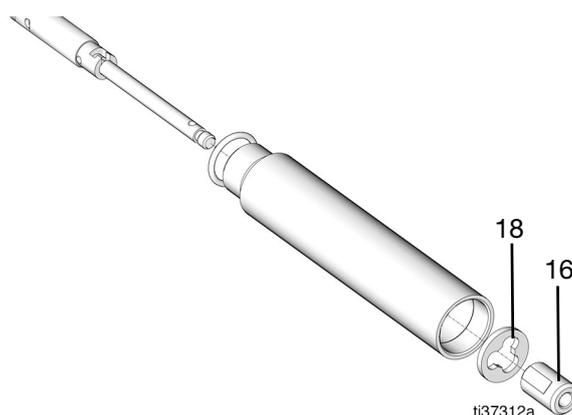

FIG. 40
22. Retirer la vanne à clapet oscillant (16) (FIG. 40).
23. Retirer l'entretoise (18) (FIG. 40).